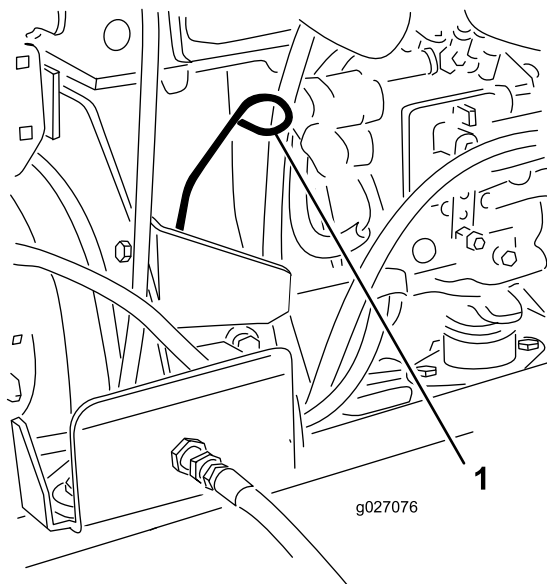

Figura 51
- Togliete l'asta di livello, asciugatela e reinseritela (Figura 51).